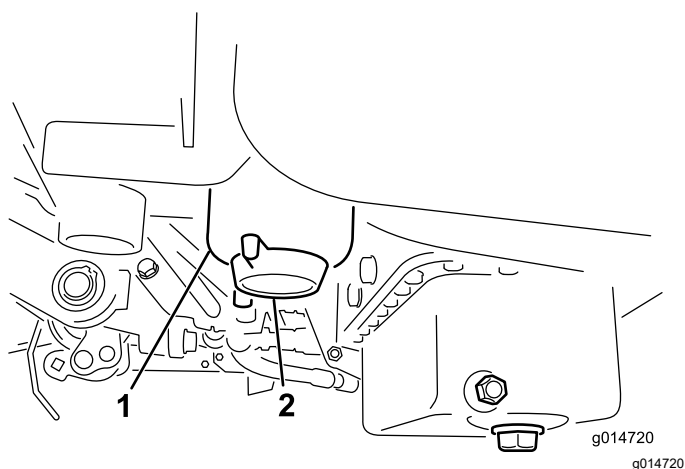

Figure 43
3. Dévissez le bouchon de vidange situé sur le filtre à carburant d'environ un tour et vidangez l'eau éventuellement accumulée (Figure 43).